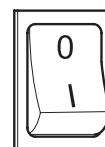

Fig. 9.1
Conectar la estufa a la red eléctrica, usar el interruptor de encendido colocado en la parte posterior de la estufa posicionándolo en (I) (Fig. 9.1). Si la conexión es correcta, la estufa emitirá una serie de señales acústicas intermitentes, y se enciende el visor.